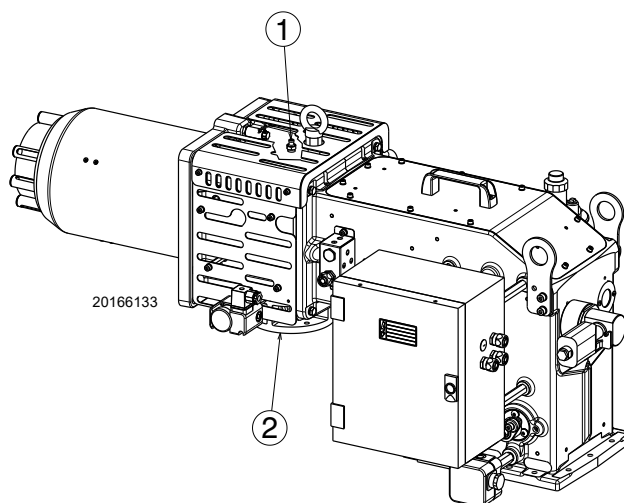

Fig. 16
Pressione del gas misurata alla presa 1)(Fig. 16), con:
Perdita di carico farfalla gas 2)(Fig. 16) con apertura massima: 90°.
- sottrarre dalla pressione del gas alla presa 1)(Fig. 16) la pressione in camera di combustione.
Pressione del gas alla presa 1)(Fig. 16) = 19,7 mbar
Per conoscere invece la pressione del gas necessaria alla presa 1)(Fig. 16), fissata la potenza massima di modulazione alla quale si desidera funzioni il bruciatore:
- Leggere sulla destra, colonna 1, la pressione alla presa 1)(Fig. 16).
pressione necessaria alla presa 1)(Fig. 16).